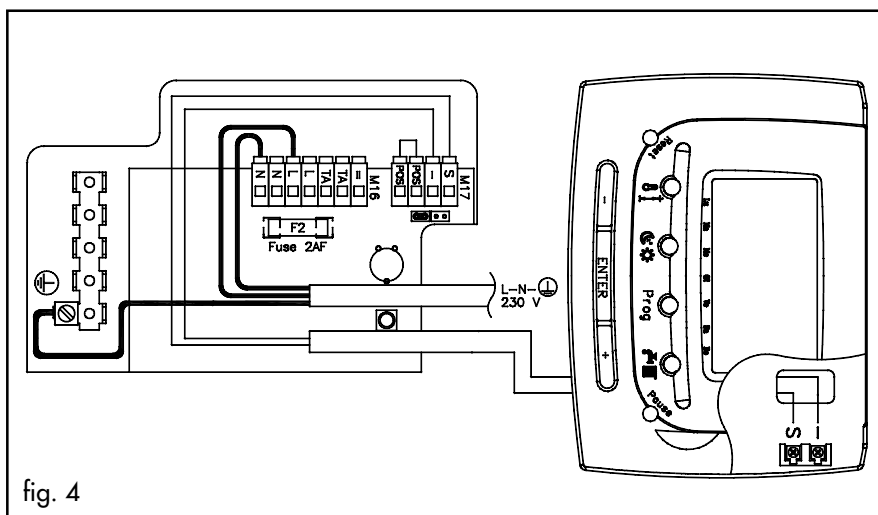

fig. 4
- Collegare ai connettori Se - dello zoccolo i due fili del cavo caldaia (fig. 4)